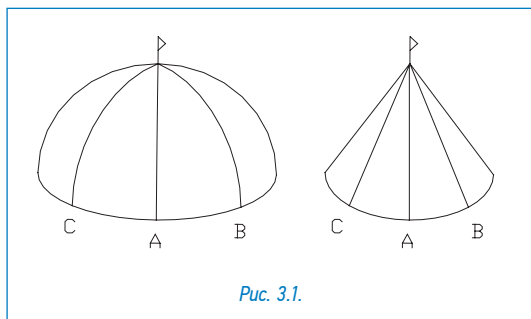

Рис. 3.1.
2. Соединить все полученные точки с вершиной купола (рис. 3.1). Для выполнения разметки рекомендуется использовать «отбивку» с краской;